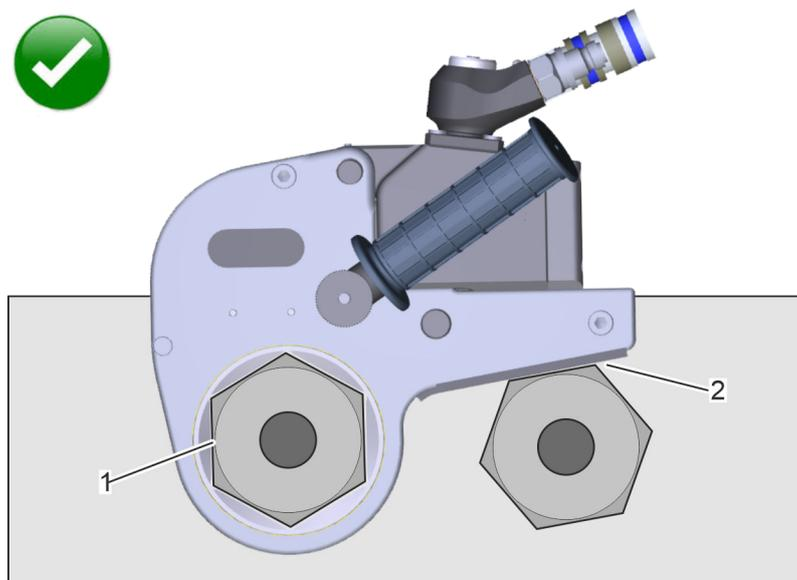

Рис. 17: Оптимальный вариант опоры
3. ➤ Опорный рычаг с опорной пластиной должен по всей площади прилегать к опоре (Рис. 17/2) без возможности соскользнуть.